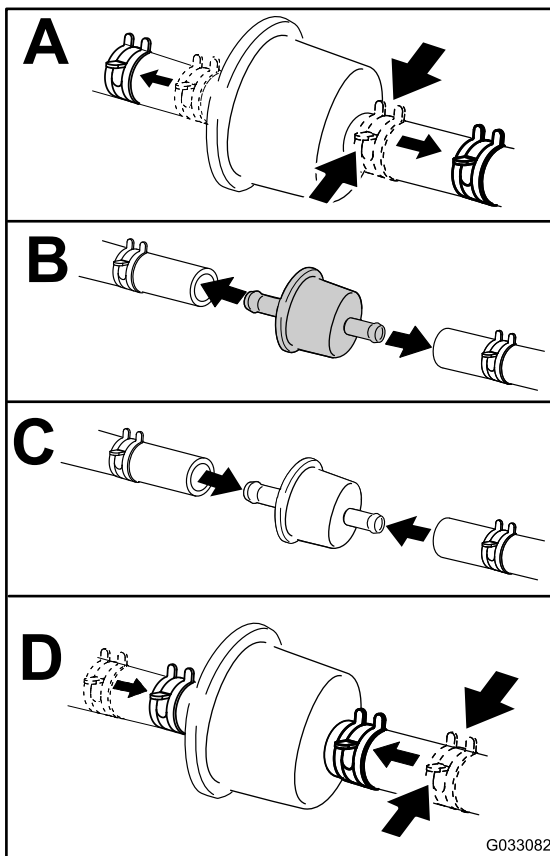

Figura 52
3. Sostituite il filtro (Figura 52).